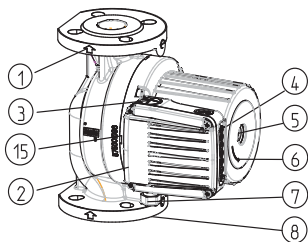
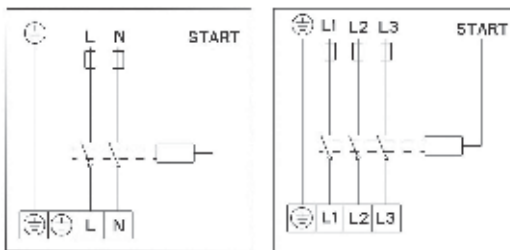

рис.2
рис. 4
- направление потока воды через насос должно соответствовать направлению стрелки на корпусе насоса (рис. 2- ПОЗ.1);
- необходимо использовать фланцы для подключения NP 6/10 (рис.2 – ПОЗ.8);
- насосы GHN (basic, auto), GHNM (basic, auto) имеют одинарный гидравлический корпус (рис.2 – ПОЗ.8);
Гидравлический корпус насоса допускается изолировать только до прорези между мотором и гидравлическим корпусом. Отверстия для отведения конденсата необходимо оставить открытыми для обеспечения вывода конденсата из статорного отсека, данные отверстия необходимо оставлять открытыми и в системах обогрева, когда выполняется только термоизоляция гидравлического корпуса (рисунок 2, 3, ПОЗ 15).
Провод подключения подключается через кабельный ввод M20 (рис.2 – ПОЗ.7).
Электрическое соединение насосов необходимо выполнить по соединительной схеме (рис. 4), которая отображена на нижней стороне крышки мотора. Перед этим необходимо отвинтить верхнюю крышку (рис.2 - ПОЗ. 2)
В насосах типа GHN (basic, auto), GHND (basic, auto), GHNМ (basic, auto), GHNMD (basic, auto) ротор работает в воде. Ротор установлен в специальных работающих на смазке водой подшипниках, поэтому перед вводом в эксплуатацию необходимо заполнить насос водой и откачать воздух. Для откачки воздуха из насоса необходимо удалить болт на обратной стороне электромотора (рис.2-ПОЗ.5) - воздух начнет выходить через прорезь между валом мотора и подшипником. После того как начнет вытекать вода, необходимо закрыть вентили со стороны всасывания и со стороны нагнетания и запустить насос. При вращении вала насоса в обратном направлении
Каждый насос способен работать в некотором диапазоне трёх гидравлических параметров. Для этого он оснащён встроенным электромотором с тремя скоростями вращения. Для достижения выбранных характеристик скорости ① ② ③ на насосе расположена кнопка  (рис. 2, 4), с помощью которой можно изменять скорость.
Выключить насос; закрыть вентили со стороны нагнетания и со стороны всасывания; удалить болт для откачки воздуха; отверткой (рис.2-ПОЗ.5), которую необходимо установить в прорезь на валу, крутить вал до тех пор, пока он не начнет свободно вращаться. После этого необходимо установить болт для откачки воздуха на место. Аппарат не предназначен для использования лицами (включая детей) с ограниченными физическими, психическими или умственными способностями, а также лицами, не обладающими опытом или знаниями, кроме случаев, когда данные лица находятся под контролем или прошли обучение у специалиста, несущего ответственность за их безопасность.